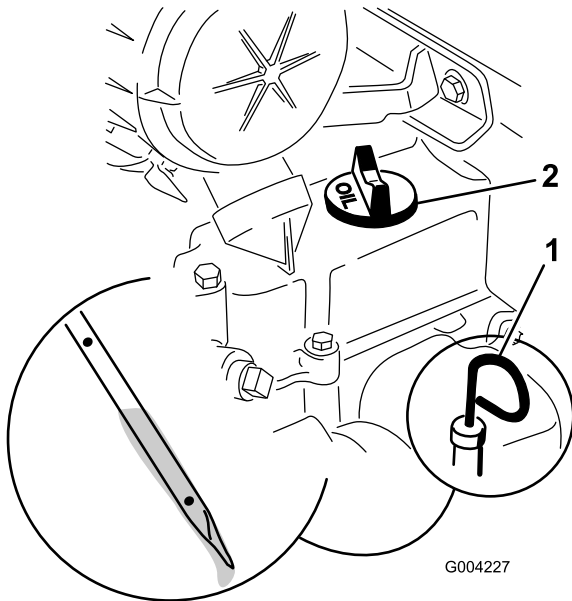

Figure 32
4. Nettoyez la surface autour de la jauge (Figure 32).
5. Sortez la jauge d'huile et essuyez soigneusement l'extrémité métallique (Figure 32).
6. Enfoncez la jauge complètement dans le tube (Figure 32).
8. Si le niveau est trop bas (sous le trou inférieur), nettoyez la surface autour du bouchon de remplissage et enlevez le bouchon (Figure 32).
6. Enlevez le bouchon de remplissage (Figure 32) et versez lentement environ 80 % de la quantité d'huile spécifiée dans le couvre-culasse.
9. Enlevez le bouchon de remplissage (Figure 32) et versez lentement environ 80 % de la quantité d'huile spécifiée dans le couvre-culasse.